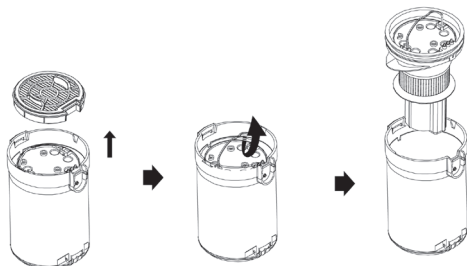

Рис. 4
- Вытащите входной фильтр HEPA (Рис. 4).